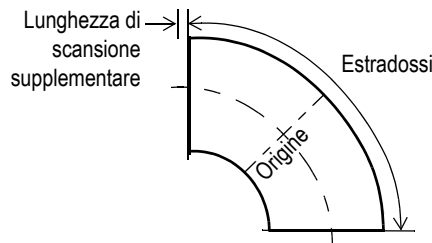

Figura 3-2 Estradossi — Massima lunghezza della curva esterna del raccordo a gomito
1. Misurare e registrare i propri *estradosi* del raccordo (massima lunghezza della curva esterna del raccordo a gomito sulla superficie; vedi Figura 3-2 a pagina 29).